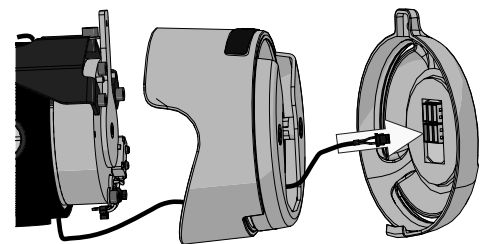

Abbildung 497. Blinkerkabelanschluss.
8. Montieren Sie die Abdeckungen. Ziehen Sie das Blinkerkabel durch die Abdeckung der Antriebseinheit, wenn Sie die Abdeckung der Antriebseinheit montieren, siehe Abbildung 497 *Blinkerkabelanschluss*.. Verbinden Sie das Hauptkabel mit den vorderen Blinkern, wenn Sie die Abdeckung der Bremsentriegelung montieren, und mit der Beleuchtung und den Blinkern an der Rückseite, wenn Sie die hintere Abdeckung des Fahrgestellkastens anbringen. Siehe 4.2.1 *Abdeckungen*, Seite 66.